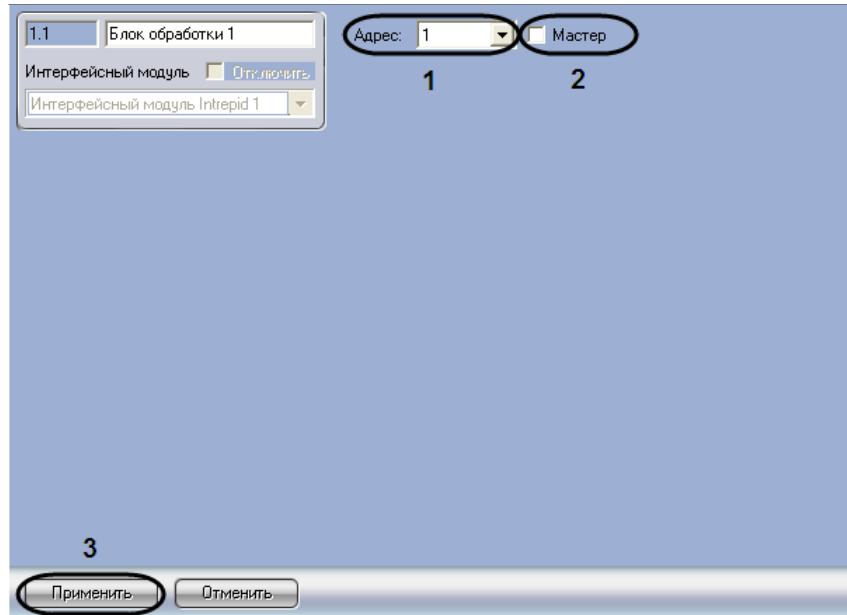

Рис. 2.5-2. Настройка объекта Блок обработки
1. Перейти на панель настройки объекта **Блок обработки** (Рис. 2.5-2).
2. Из списка **Адрес** выбрать локальный адрес процессорного модуля, заданный при настройке системы *Intrepid Micropoint* в программе «Site Manager» (см. Рис. 2.5-2, 1).
3. Установить флагок **Мастер**, если система *Intrepid Micropoint* подключена к Серверу *Интеллект* через данный процессорный модуль (см. Рис. 2.5-2, 2).
4. Для сохранения внесенных изменений нажать кнопку **Применить** (см. Рис. 2.5-2, 3).